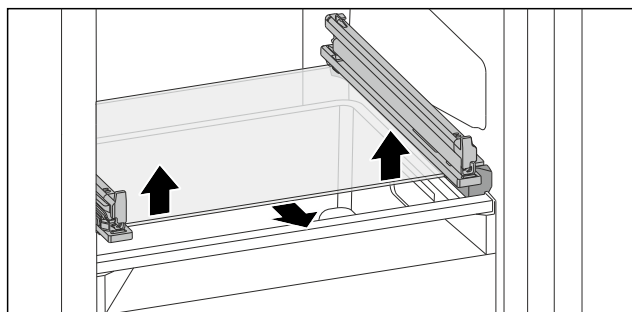

Fig. 131 Glasplatte des abklippbaren Schubfachs
- Glasplatte von unten beidseitig nach oben drücken. (siehe Fig. 131)